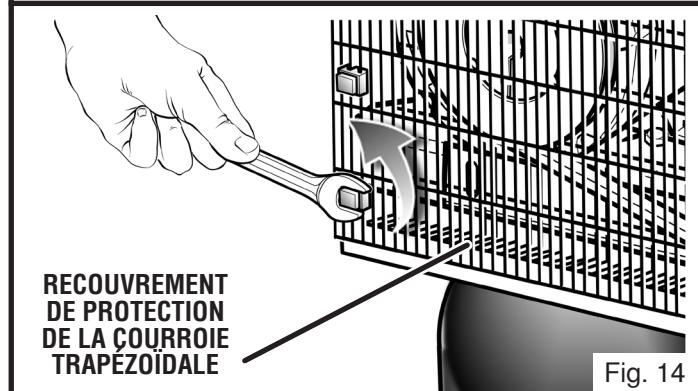

Fig. 14
Voir les figures 14 et 15.
- Débranchez le cordon d'alimentation et retirez la protection de sécurité de la courroie trapézoïdale (figure 14).